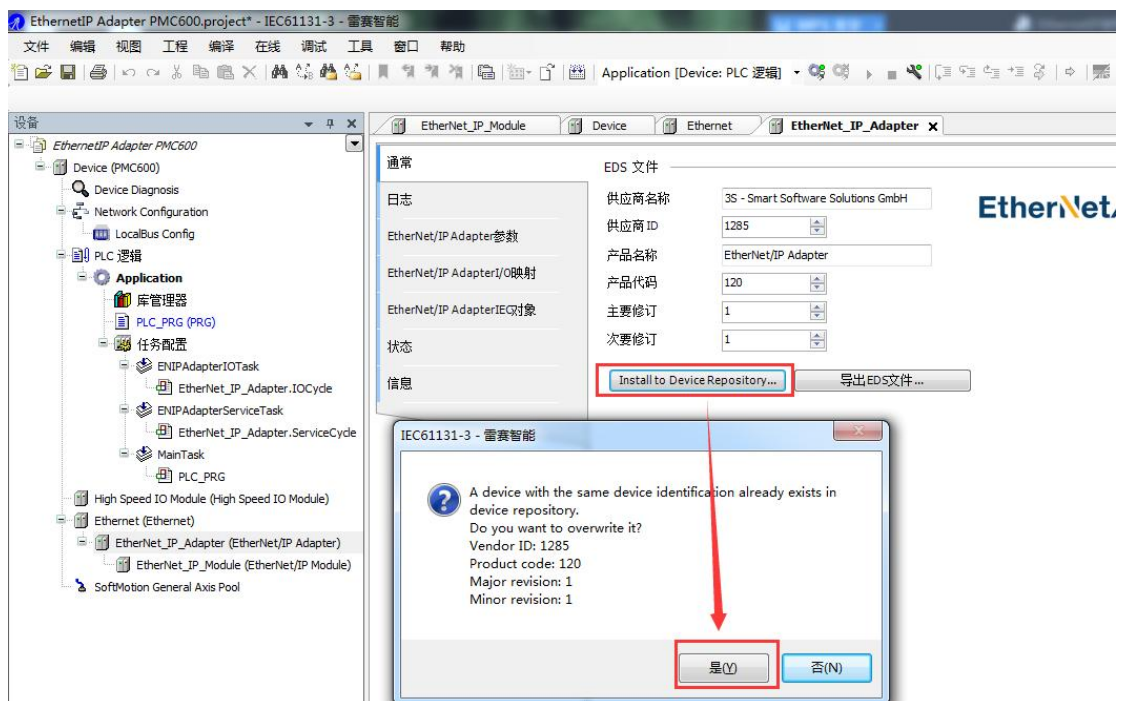

图 13.76 将设备安装到设备库中
6) 回到“Ethernet/IP Adapter”，点击图 13.76 中的按钮，将设备安装到设备库中。